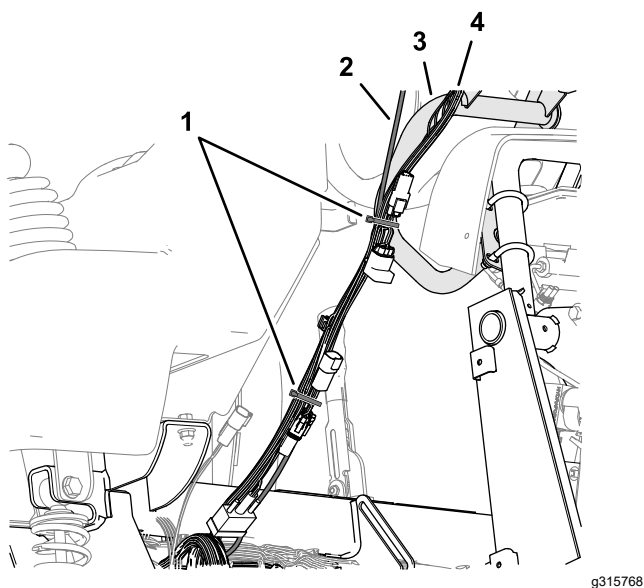

Рисунок 184
3. Прикрепите жгут проводов передачи данных модема и жгут проводов передачи навигационных данных и электропроводов к трубке монитора с помощью кабельной стяжки, как показано на Рисунок 184.
4. Прикрепите жгут проводов передачи данных модема к жгуту проводов передачи навигационных данных и электропроводов с помощью кабельной стяжки, как показано на Рисунок 184.